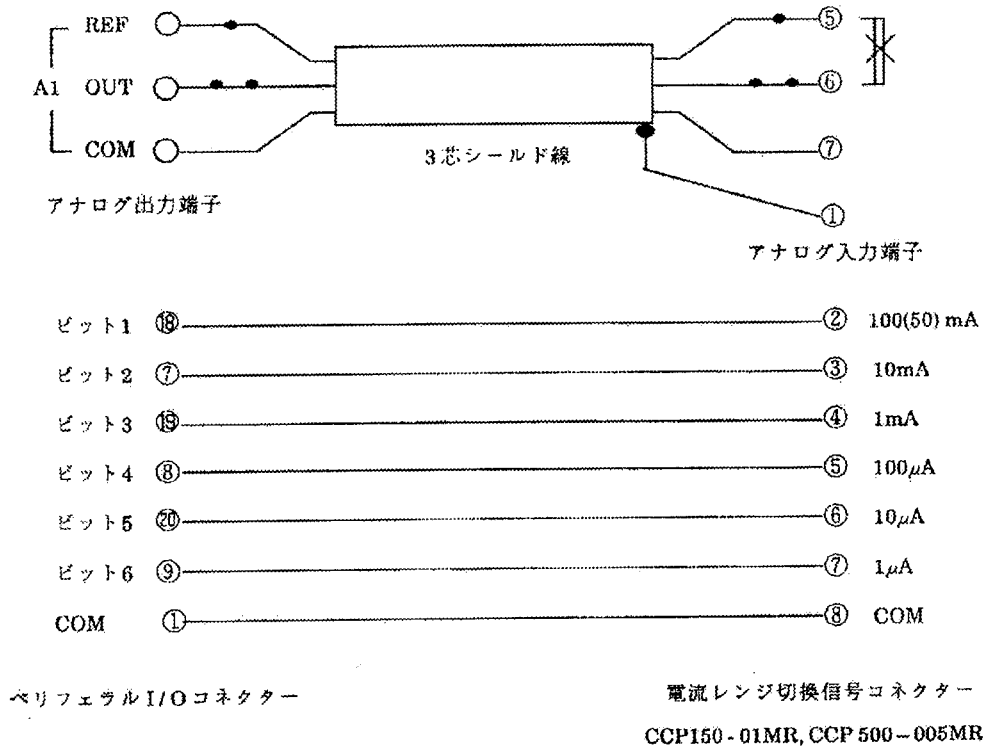

図2-7 CCP 150-01MR, CCP 500-005MRとの接続
CCP 150-01MR, CCP 500-005MRの出力電流をリモートコントロールし、電流レンジ切換信号入力を出力ポートのビット1～6によりコントロールする場合を図2-7に示します。
- CCP 150-01MR, CCP 500-005MRの⑤-⑥間のジャンパー線は外してください。
- 図2-7に従いシールド線にて各端子を接続してください。